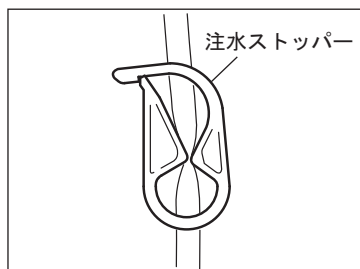

図9
- 1) 注水チューブ針と注水ポンプの間にある、注水ストッパーを図9のように閉めます。